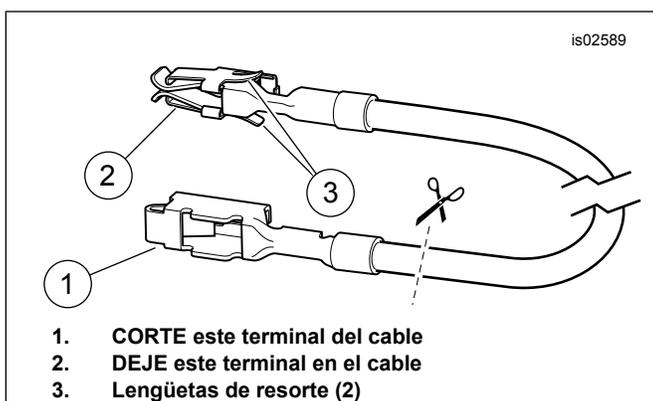

Figura 8. Cable adaptador del bloque de fusibles (Dyna y Softail)
3. Vea Figura 22. Obtenga del kit el cable adaptador del bloque de fusibles naranja/blanco (9). Observe el terminal en cada extremo (vea Figura 8). Solamente el terminal con las lengüetas de resorte encajará dentro de este bloque de fusibles. Cuidadosamente corte el terminal que no se esté usando del cable y deséchelo.